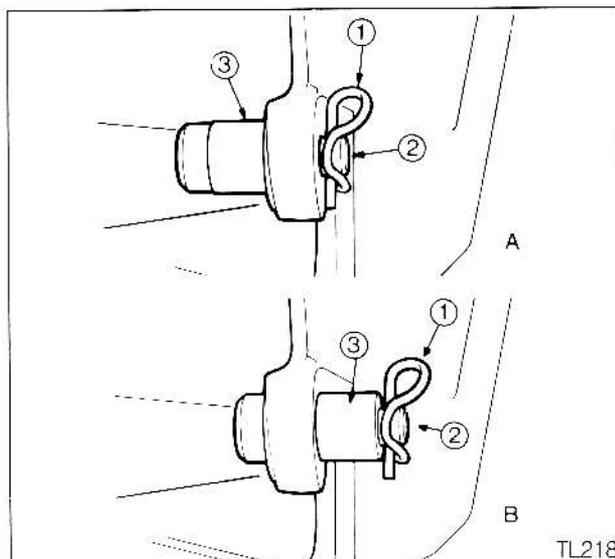

Fig 110
** Ce réglage de voie doit être utilisé avec la butée de braquage à la position de 40° (A, Fig. 110), sinon les pneus viendront toucher le tracteur.
Tous les autres réglages de voie doivent être utilisés avec la butée de braquage à la position de 50° (B, Fig. 110)
Pour changer la position des butées de braquage (Fig. 110) :